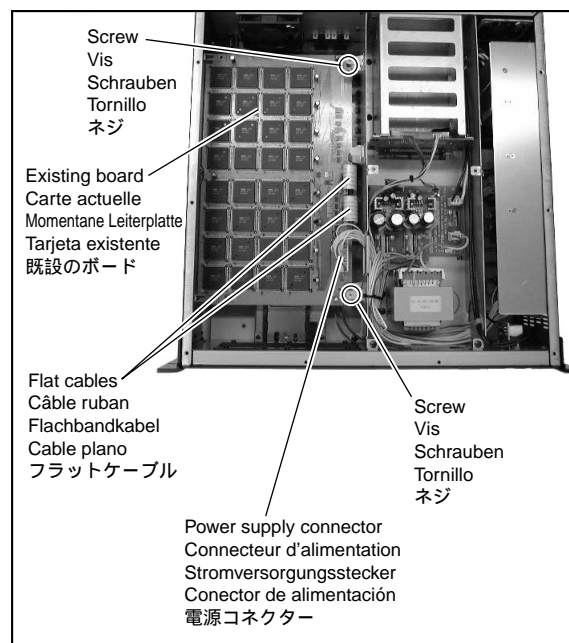

Figure 2
2. Disconnect the two flat cable connectors and the power supply connector from the existing DSP board, as shown in Figure 2. Remove the two fixing screws securing the existing DSP board, as shown in Figure 2.
Retirez les deux connecteurs des câbles ruban ainsi que celui du câble d'alimentation de la carte DSP préinstallée (voyez "Figure 2"). Desserrez les deux vis qui retiennent la carte DSP (voyez "Figure 2").
Lösen Sie beiden Flachbandstecker sowie jenen der Stromversorgung auf der vorhandenen DSP-Platine (siehe "Figure 2"). Lösen Sie die beiden Schrauben, mit denen die DSP-Platine am Chassis arretiert wird (siehe "Figure 2").